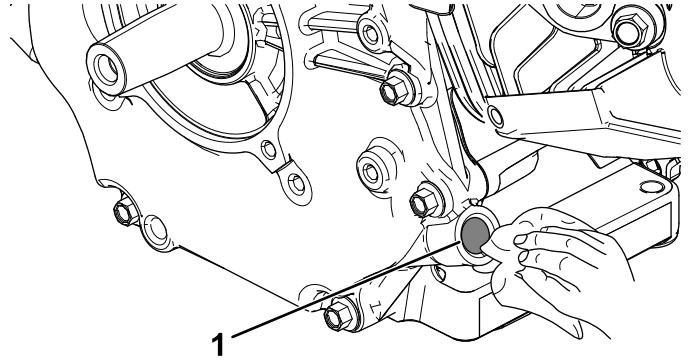

Bild 7
3. Reinigen Sie die Öffnung des Peilstabrohrs gründlich, in der später der Peilstab eingesetzt wird (Bild 7).